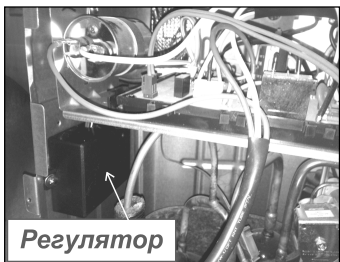

Рис.1 Регулятор CPR, установленный внутри внешнего блока кондиционера
1. Установить **регулятор CPR** внутри корпуса внешнего блока кондиционера **Рис.1**.